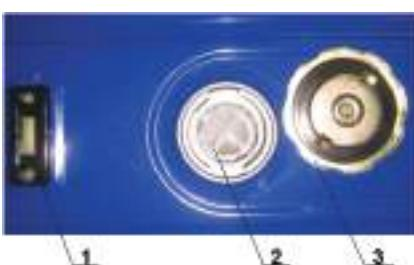

Рис. 4. Топливный бак
7.2.2. Открыть крышку топливного бака (3) (рис. 4).
7.2.3. Заправить бак топливом, при этом топливо заливать через фильтр (2) , встроенный в горловину бака (рис. 4). Использовать чистый бензин с октановым числом 92. При заправке необходимо оставить некоторое пространство в баке для расширения топлива. Хранить бензин перед использованием не более 30 дней.
Важно! Если перед запуском на газовом топливе генератор эксплуатировался на бензине, то бензин надо слить из карбюратора, отвернув пробку-заглушку-1 на редукторе карбюратора, см.рис.4, а затем завернуть её обратно.